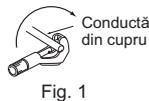

Fig. 1
- Furtunul de evacuare trebuie să fie orientat în jos, pentru a facilita scurgerea lichidelor. (Fig. 1)
- 1) Branșați conducta pentru agentul frigorific la furtunul de evacuare, apoi aplicați ferm bandă adezivă din păsă (4) de la capăt. Lățimea de suprapunere a benzii adezive din păsă (4) ar trebui să reprezinte 1/3 din lățimea benzii. Aplicați un bandaj la capătul benzii adezive din păsă (4).
- 2) Scoateți capacul de scurgere din partea dreaptă din spate a unității interioare. (Fig. 1)
- 1) Tăiați corect conducta din cupru cu ajutorul cleștelui pentru tăiat țevi. (Fig. 1, 2)